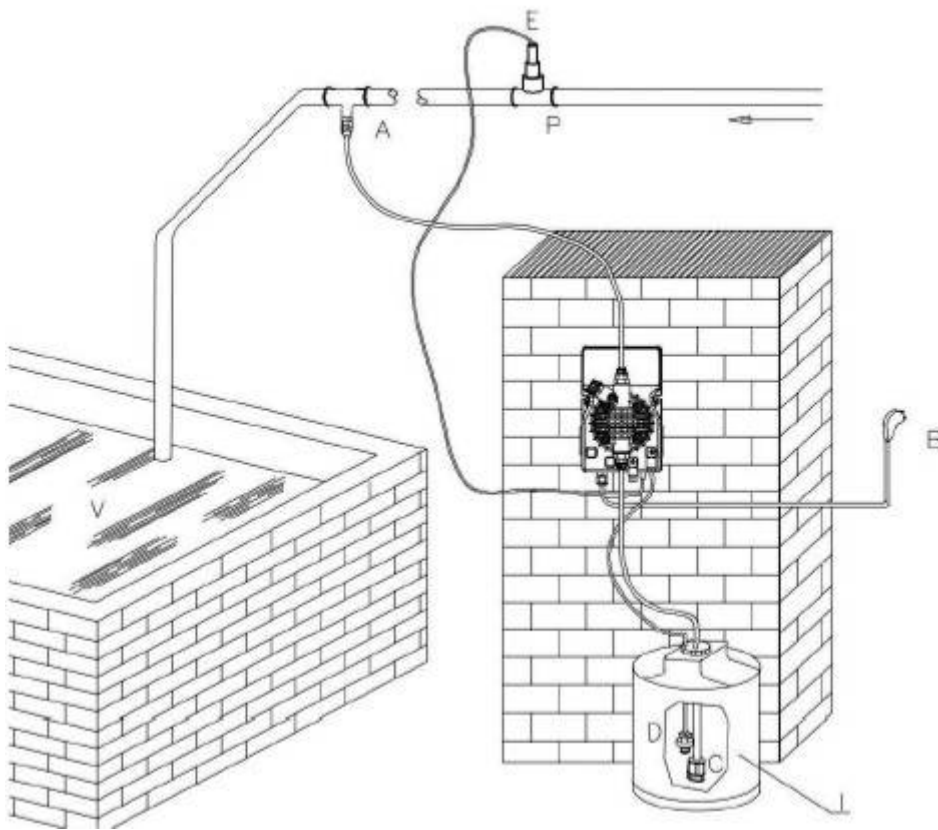

Bild 12: Typische Installation
6.4 Typische Installation der Pumpe (Bild 12)